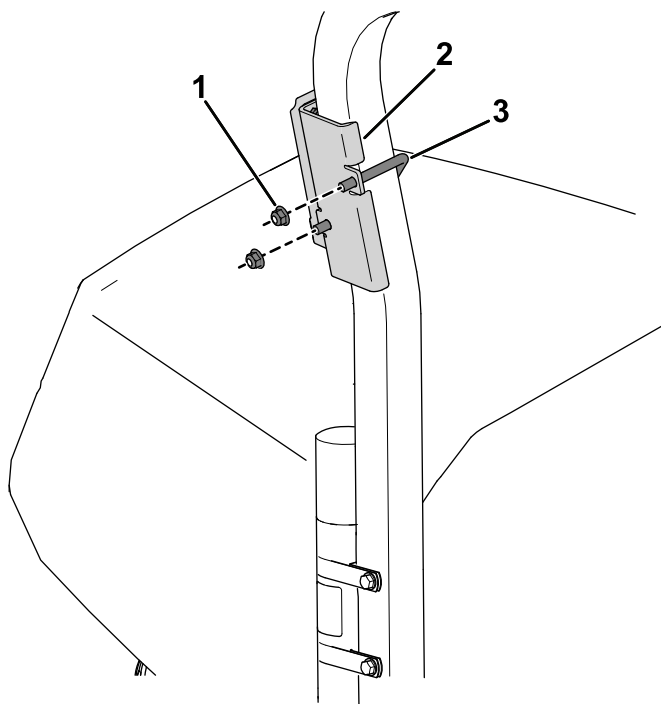

图 7
2. 使用 1 个 U 形螺栓和 2 个凸缘螺母¾ 英寸 将装置支架固定到翻车保护杆手动管以上的区域图 7。